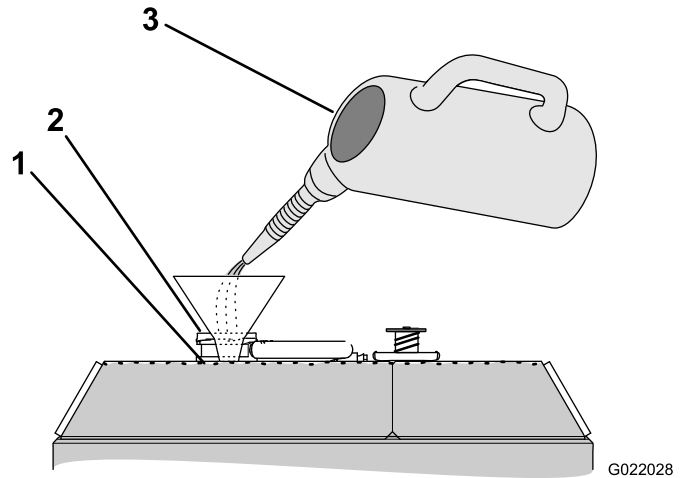

Bild 113
4. Füllen Sie den Kühler mit Kühlmittel, bis der Stand an der Unterkante des Füllstutzens liegt (Bild 113).